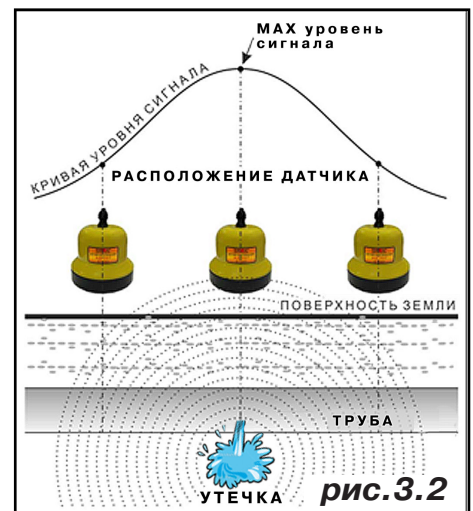

рис.3.2
**Месту утечки соответствует точка с максимальным уровнем «полезного» сигнала (рис.3.2).**